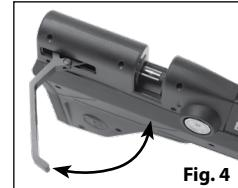

Fig. 4
2. Zum Spannen des Luftgewehrs den seitlichen Spannhebel fassen und nach hinten ziehen, wie in Abbildung 4 dargestellt, bis ein Klicken zu hören ist und der Hebel nicht mehr weiter gezogen werden kann. Die Bolzenspitze muss vollständig aus dem Lademagazin herausragen, und der Hebel bleibt in der geöffneten Stellung, wenn er losgelassen wird.